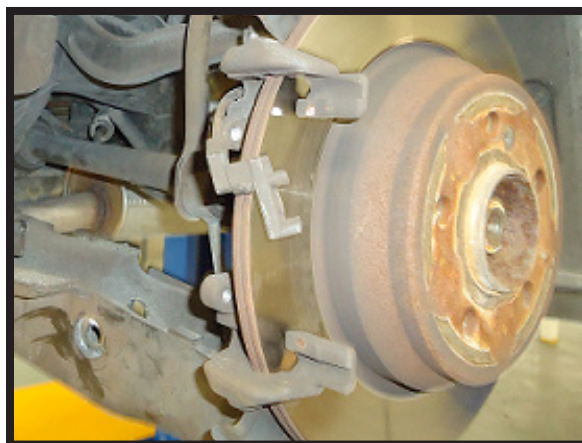

FIGURA 10
10. SISTEMARE LA PINZA DEL FRENO IN POSIZIONE SICURA. (FIGURA 10)